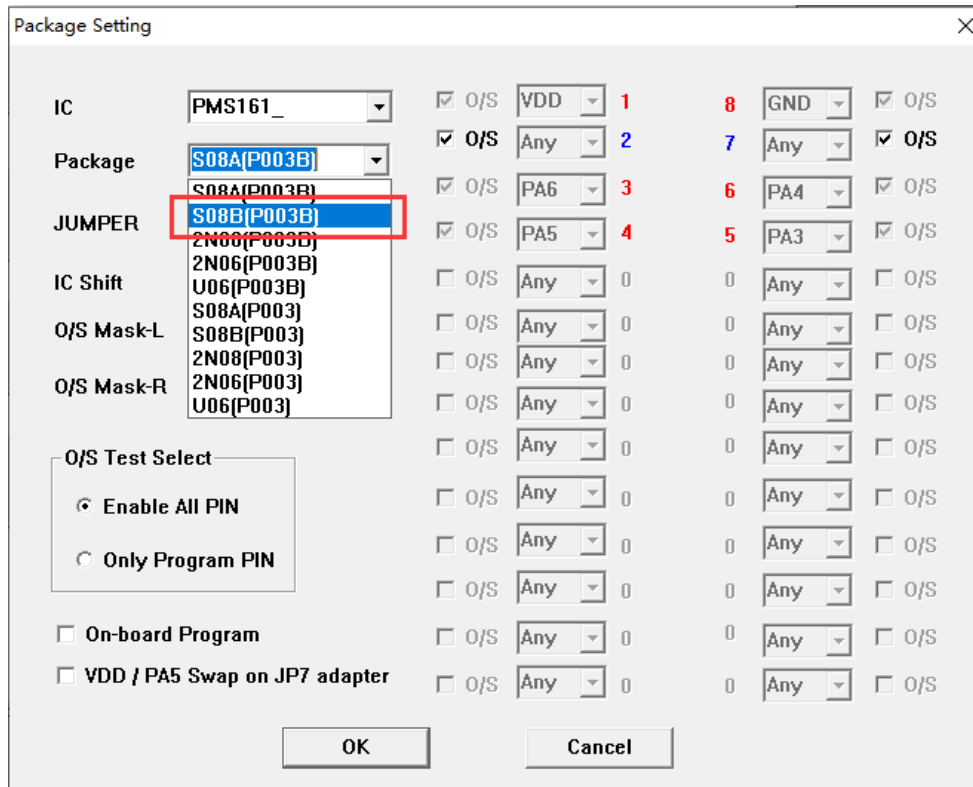

图 22: PMS161-S08B 在 P003B 转档配置
1. 使用 5S-P-003B 烧录 PMS161 时，只有 S08A 封装是烧录器背面 jumper 插 JP2 位置，正面烧录插座往下空移 4 格，即可烧录。而其他封装都需要转档，使用 Jumper7 跳线。接下来以 PMS161-S08B 的烧录为例，其他封装需对应修改“package setting”界面和 Jumper7 跳线方法即可。封装设置如图 22 所示：